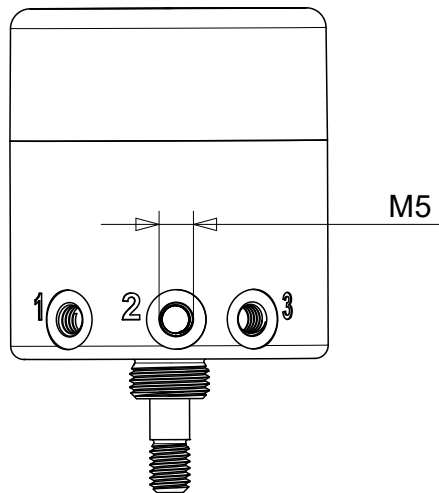

Abb. 3: Pneumatischer Anschluss SK-i.310/.320
1. Zuluftanschluss 1 (⇒ Abb. 3) mit anlagenseitiger Druckluftversorgung verbinden.
2. Aktoranschluss 2 (⇒ Abb. 3) mit Steuerluftanschluss des Pneumatik-Antriebs verbinden.
3. Optional: Schalldämpfer am Gewindeanschluss 3 (⇒ Abb. 3) durch einen Schlauchanschluss ersetzen, wenn die Abluft über eine Leitung abgeführt werden muss.